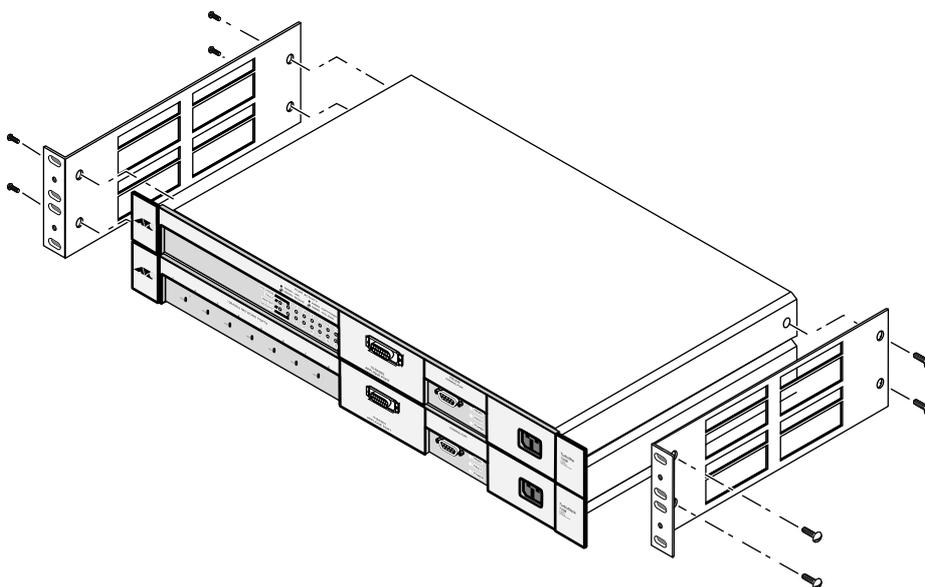

図 1.6 サイドパネルでの左右側面のネジ止め
- (5) L字型のサイドパネルを左右に取付けます（図 1.6 参照）。